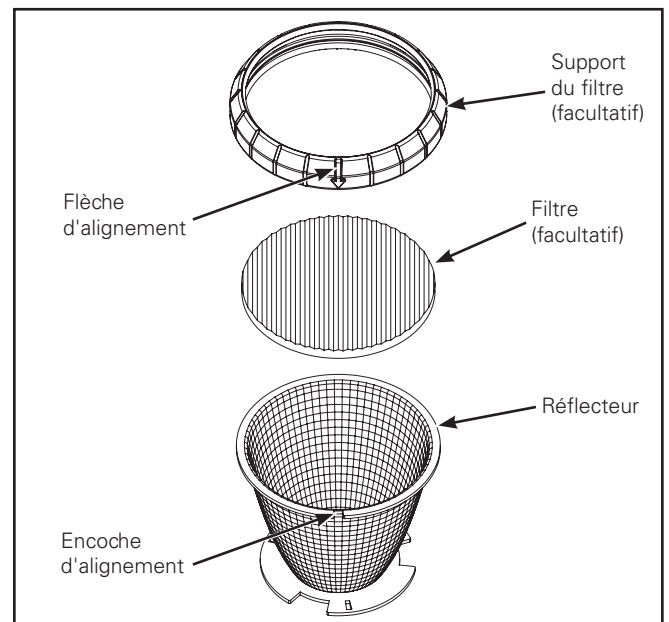
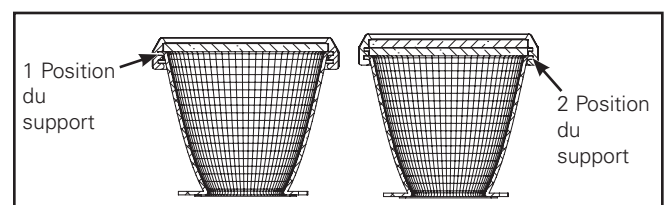

Figure 5.
Figure 6. et 7.
1. Retirez le dispositif optique de son emballage protecteur et retirez l'anneau de support du filtre (facultatif) en caoutchouc pour installer tout filtre facultatif (Figure 5). Pour fixer le support du filtre au réflecteur, placez d'abord la flèche d'alignement à l'encoche d'alignement et tournez la bride. Pour 1 filtre (facultatif), placez le réflecteur dans la position supérieure (Figure 6 et 7) et pour 2 filtres (facultatif), placez le réflecteur dans la position inférieure (Figure 6 et 7).